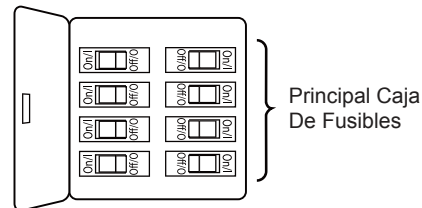

Figura 1
Uso de perfil bajo (Figura 1)
Para evitar una posible descarga eléctrica, asegúrese de cortar la alimentación eléctrica de la caja de fusibles principal antes de colgar el ventilador. (Figura 1)
1. Para configurar el código de unidad del receptor. Deslice los interruptores de código a las mismas posiciones que en el transmisor. (Figura 1)
1. Instale la cubierta rotando la ranura clave en la cubierta sobre el tornillo de hombro del soporte del gancho, teniendo cuidado de no pillar los cables. Fije el tornillo de hombro. Instale adecuadamente y fije el segundo tornillo de hombro que fue anteriormente guardado. (Figura 1)
1. Coloque la pala sobre el motor, alineando los orificios de la pala con los orificios de la parte superior del motor giratorio. Asegúrese de que la pala esté completamente asentada en el motor giratorio e instale los tornillos de cabeza dentada con arandelas planas inoxidable, pero no los apriete por completo por el momento. (Figura 1)
- 1. **IMPORTANTE:** El uso de un regulador de la intensidad completa (no incluido) para controlar la velocidad del ventilador dañará el dispositivo. Para reducir el riesgo de incendio o descarga eléctrica, no utilice dicho regulador para controlar la velocidad del ventilador. (Figura 1)